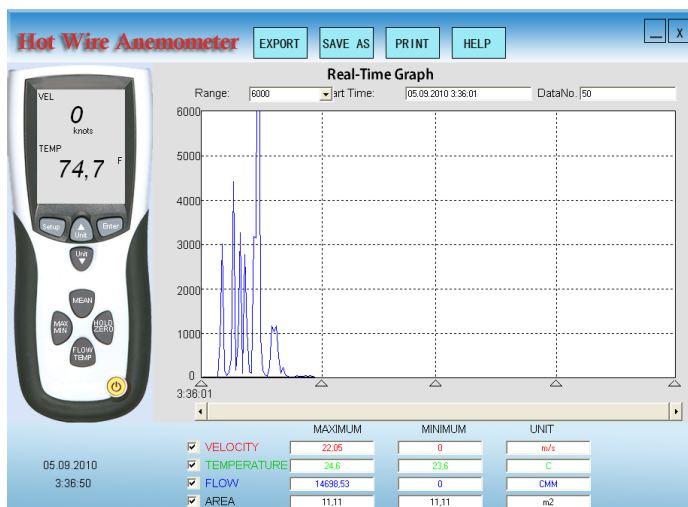

Рис. 3
- a. Запустите файл METER.exe. См. рис. 3.